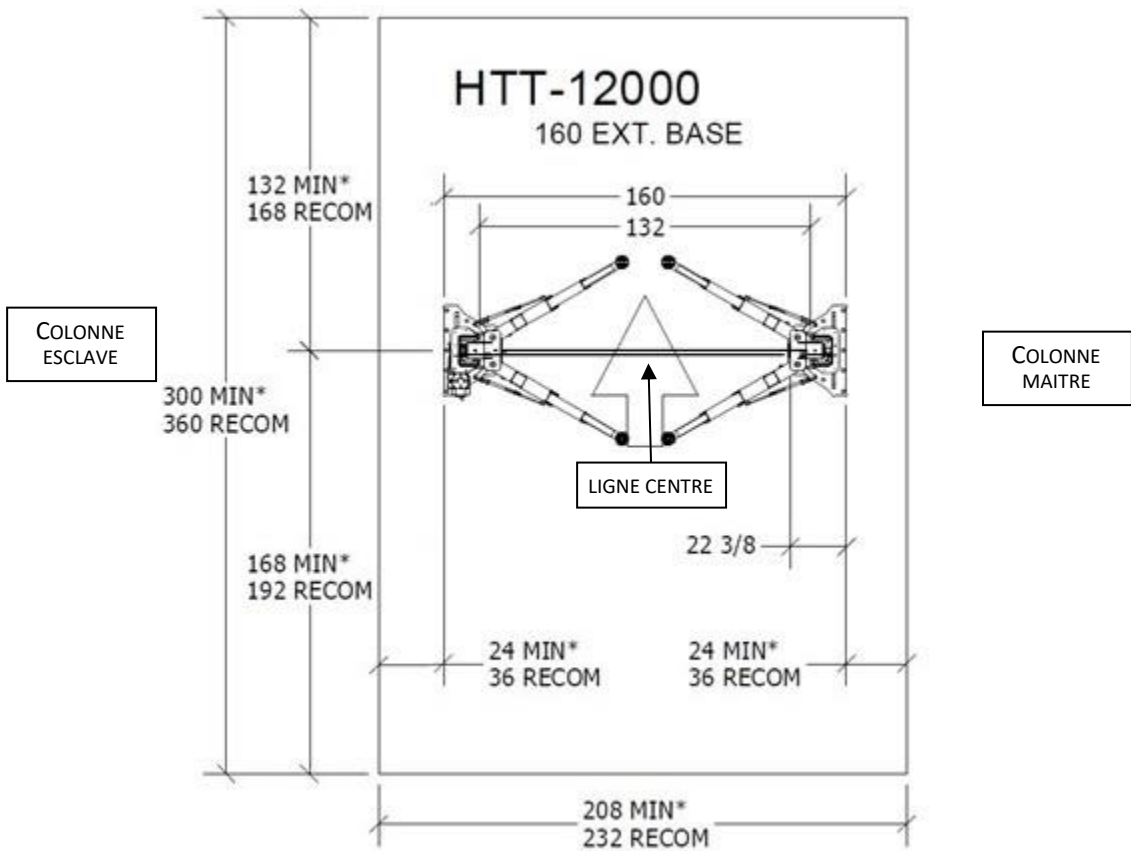

FIGURE 5 : DIMENSIONS DE LA BAIE DE TRAVAIL MINIMALES ET RECOMMANDÉES*
- 2. EMPLACEMENT DU GIROLIFT :** SELON LES DISTANCES RECOMMANDÉES DE LA **FIGURE 5**, MARQUER AU PLANCHER L'ENDROIT OÙ SERA INSTALLÉ LE GIROLIFT ET MARQUER LA LIGNE CENTRE.